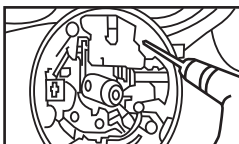

FIG. 7
1. Dès que vous avez déposé les composants internes (reportez-vous à la procédure GM), vous trouverez une plaque de renvoi d'angle. Important : déposez uniquement la vis de fixation droite : desserrez mais **SANS L'EXTRAIRE** la vis gauche (reportez-vous à la fig. 7).
1. Una vez removidos los componentes internos (consulte el procedimiento dado para GM) encontrará una placa de manubrio acampanado. Importante: Remueva únicamente el tornillo de fijación de la derecha; afloje, pero **NO** remueva, el tornillo de la izquierda (vea la fig. 7).